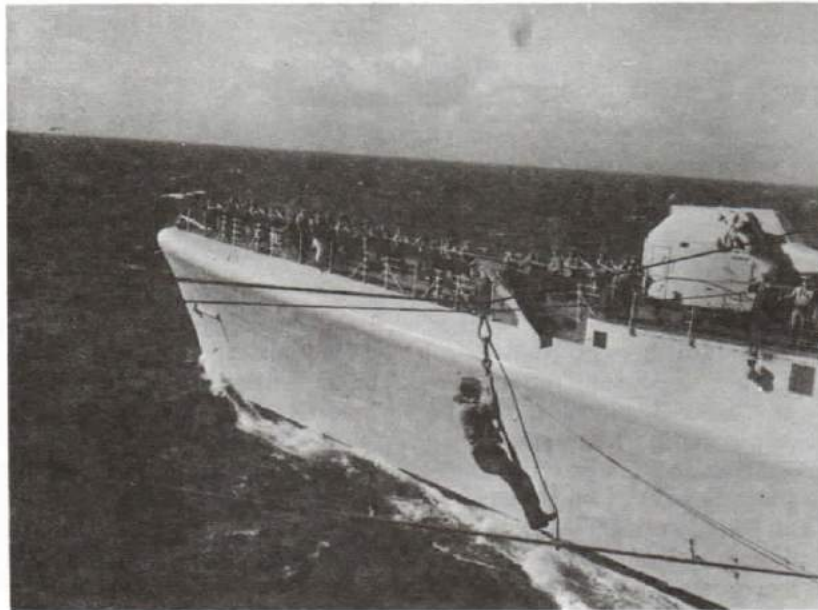

Figure 11-48
4. Small stores are transferred in a cargo bag, other stores may be slung by a strop from the hook on the traveller. Stores may also be transferred in a cargo net. Men are transferred in a stirrup and must always wear a positive buoyant life jacket. See Figures 11-48 and 11-49.
4. Les menus approvisionnements sont transbordés dans un sac à marchandises tandis que les autres peuvent être attachés au croc du va-et-vient par une estrope. On peut également se servir d'un filet d'élingue. Les hommes sont transbordés sur un étrier et ils doivent toujours porter une bouée de sauvetage à flottabilité positive (voir les figures 11-48 et 11-49).